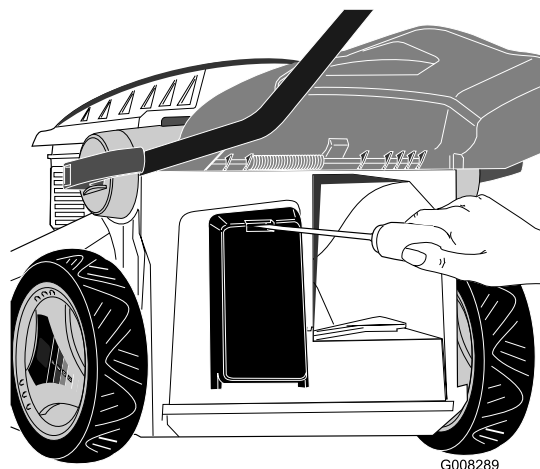

Figura 25
1. Aprite il coperchio del vano batteria (Figura 25).